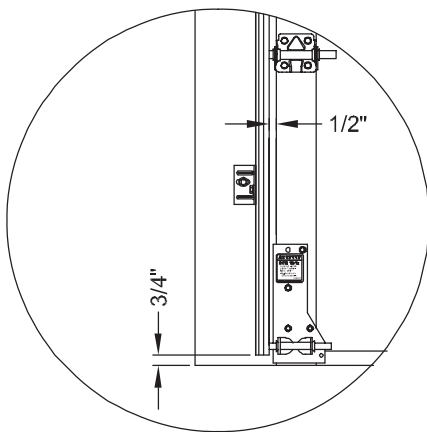
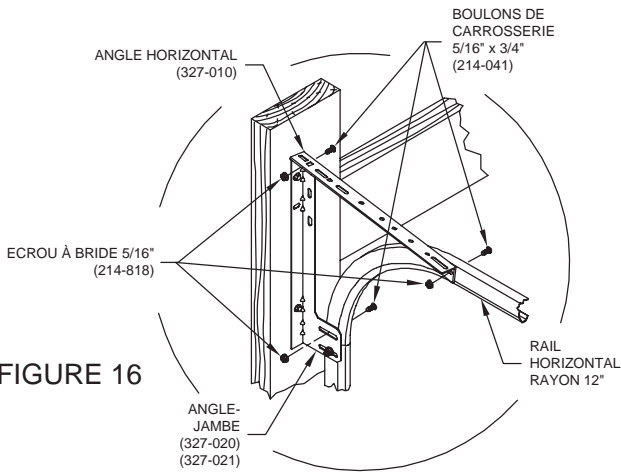

FIGURE 12
FIGURE 16
20) Lâchez les rails verticaux aux supports de rail avec boulons de carrosserie 5/16" x 3/4" et des écrous-bride, voir figure 14. Coulissez le rail vertical sur les roulettes, assurez-vous que les rails sont placés 3/4" plus haut que le plancher, voir figure 12. Note: La distance vertical de la bordre supérieure de la porte et au-dessus des rails verticaux doit être la même.
21) Positionnez des rails de 1/2" de chaque côté de la porte, voir figure 12, et attachez les supports de rail vertical aux jambages avec des tire-fond de 5/16 de diamètre x 1 5/8, voir figure 14. Pour les portes d'échappe standard, lâchez l'angle-jambe à rail vertical avec un boulon de carrosserie 5/16 x 3/4", voir figure 16 et 18. Pour les portes d'échappe réduite, voir Annexe "B". Attachez l'angle-jambe aux jambes avec deux tire-fond de 5/16 de diamètre x 1 5/8. LE RAIL VERTICAL DOIT ÊTRE 1/2" DE LA PORTE.
Attachez l'autre bout d'angle horizontal au rail horizontal avec un (1) boulon de carrosserie 5/16 x 3/4" et l'écrou-bride, voir figures 16, 17 et 18. Ajustez le joint de rails verticaux et horizontaux, ajustez, bloquez et attachez les rails horizontaux aux chevrons (rafters) du garage. Assurez-vous que tous les boulons sont serrés et le rail horizontal est bien supporté avec une corde. **LES RAILS HORIZONTAUX DOIVENT ETRE EN NIVEAU ET EN EQUERRE.**